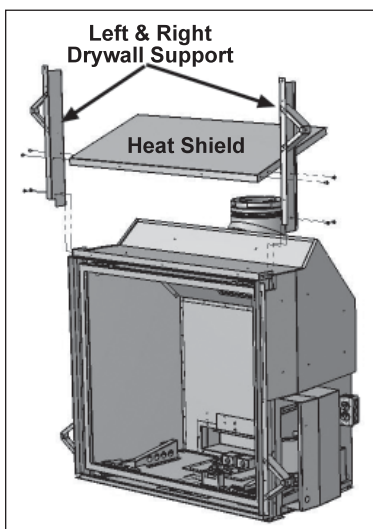

Figure 28: Installation des supports et du déflecteur de chaleur
1. En utilisant huit (8) vis T-20 fournies, installez le support à gypse gauche et droit et le déflecteur de chaleur au milieu, tel que monté à la figure 28.